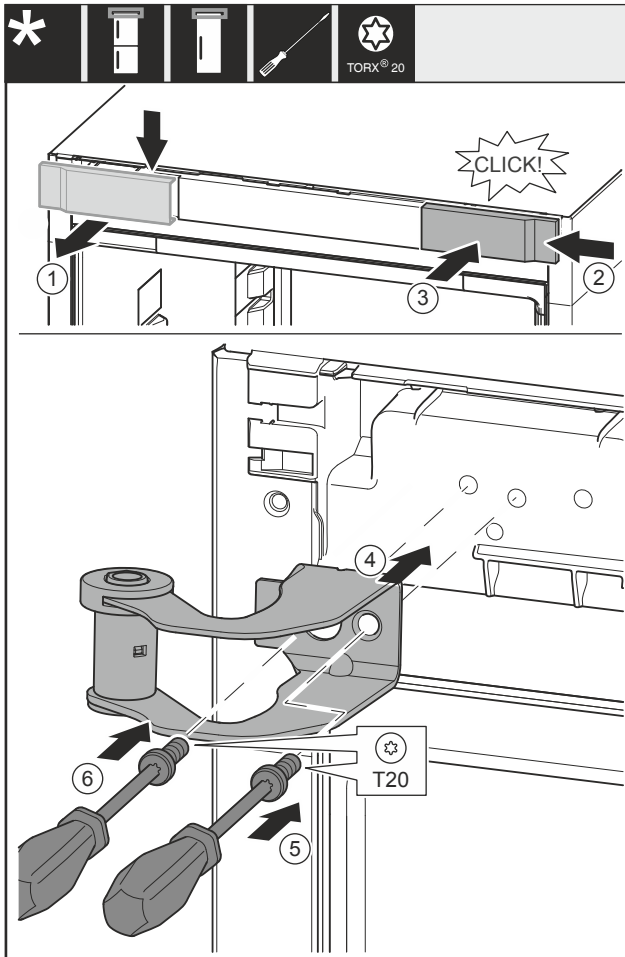

Fig. 18
- Abdeckung Fig. 18 (1) von oben nach vorne abnehmen.
- Abdeckung Fig. 18 (2) um 180° gedreht auf der anderen Seite von rechts einhängen.
- Abdeckung Fig. 18 (3) einrasten.
- Oberen Lagerbock Fig. 18 (4) ansetzen.
- Schraube Fig. 18 (5) festdrehen.
- Schraube Fig. 18 (6) festdrehen.